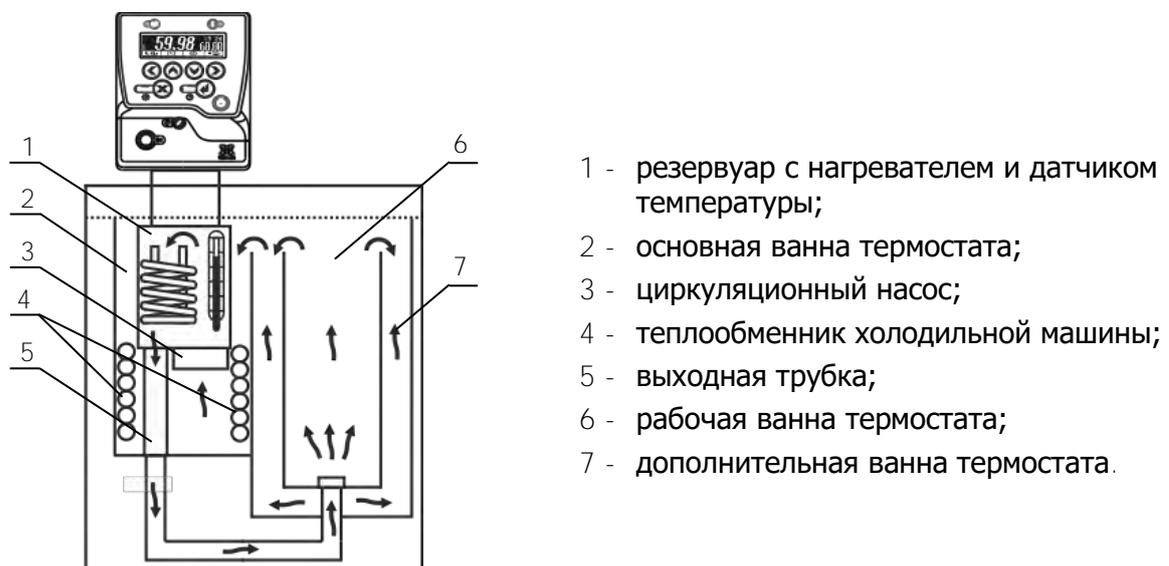

Рисунок 2 — Устройство термостата
1.4.7 Циркуляционный насос 3 блока регулирования температуры (рисунок 2) забирает теплоноситель из основной ванны 2, где происходит охлаждение теплоносителя при помощи теплообменника холодильной машины 4, и нагнетает его в резервуар 1 с нагревателем и датчиком температуры. В резервуаре температура теплоносителя регулируется и далее, через выходную трубку 5, теплоноситель поступает в рабочую ванну 6, а из нее, переливом через верхний край ванны, поступает в дополнительную ванну 7.